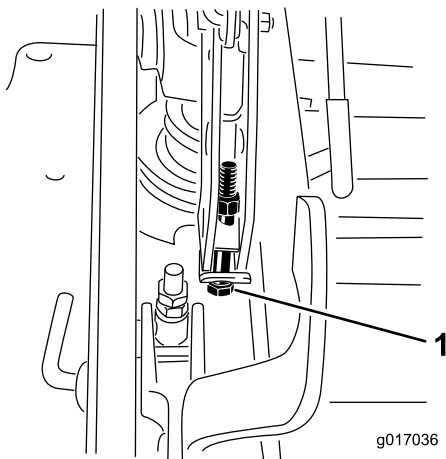

Bild 91
13. Wenn das Mähwerk zu niedrig ist, drehen Sie die zentrale Einstellschraube nach rechts, um sie anzuziehen. Wenn das Mähwerk zu hoch ist, drehen Sie die zentrale Einstellschraube nach links, um sie zu lösen (Bild 91).